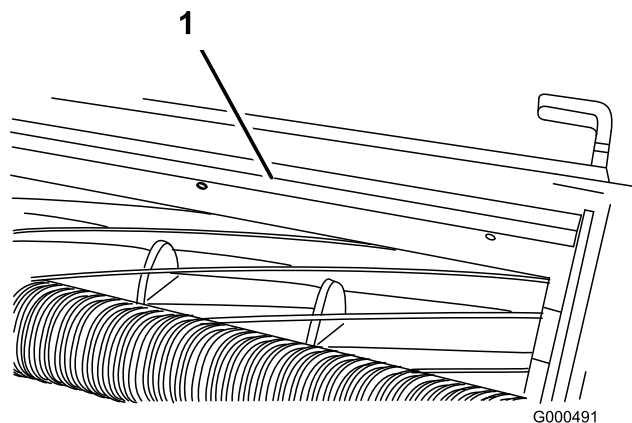

図 18
- バー（図 18）をカッティングユニットに固定しているネジをゆるめる。